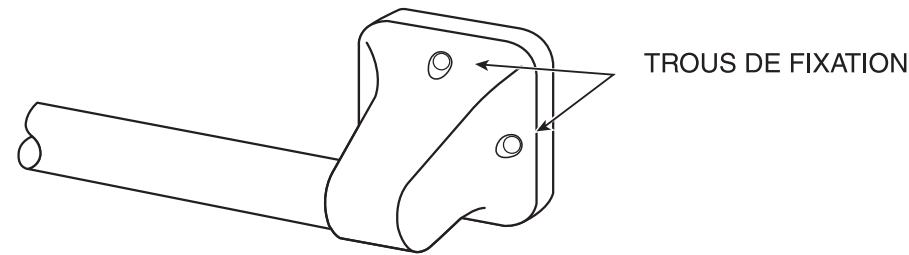

Figure 1
4. Avec un crayon, marquez les centres des positions des trous de fixation à une extrémité (voir Figure 1). Ce sont les points sur lesquels vous ferez des trous pilotes pour mettre les vis. Si l'installation se fait sur des carreaux de céramique, placez du ruban masque sur la zone d'installation avant de marquer le repère afin de prévenir le glissement du foret sur le carreau.